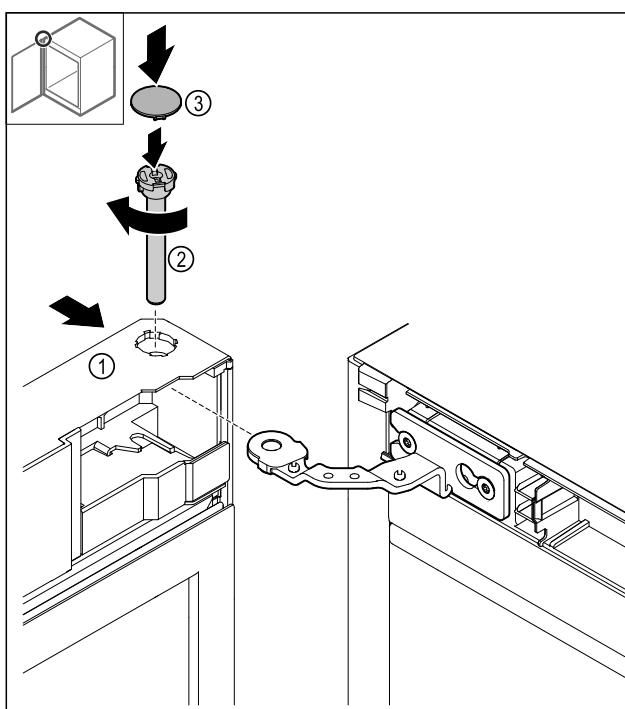

Fig. 47
- Deur Fig. 47 (1) boven op het scharnier schuiven.
- Bouten Fig. 47 (2) plaatsen en rechtsonder vastdraaien.
- Afdekking Fig. 47 (4) plaatsen.